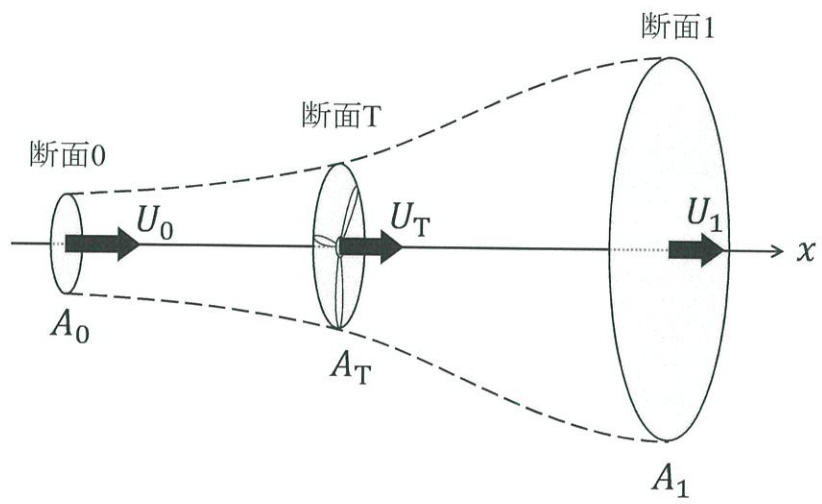

图 2-1
- I. 速度  $U_0$  で一様な空気の流れの下流に置かれた風車のモデルとして, 図 2-1 に示す単純化された系を考える. 空気の密度  $\rho$  は一定とする. 風車は, 流れ方向 ( $x$  軸方向) の厚さを無視して, 面積  $A_T$  の断面 T に置き換えて考えることにする. 断面 T を通過する空気の流速は  $U_T$  である. 図 2-1 の破線は, 断面 T を通過する流れの流管を示している. 断面 0 を風車よりも十分上流の位置に, 断面 1 を風車よりも十分下流の位置にとる. 断面 0 および断面 1 における圧力は大気圧とみなせる. それぞれの断面における流管の面積は  $A_0, A_1$  である. 断面 0 および断面 1 における流速はそれぞれ  $U_0, U_1$  である. 流れは定常であり, 流管内の任意の断面において流速は均一である. また, 流れの損失は無視できる. 風車の効率  $\eta$  は, 風車が流体から受ける仕事率を  $\dot{W}$  として,